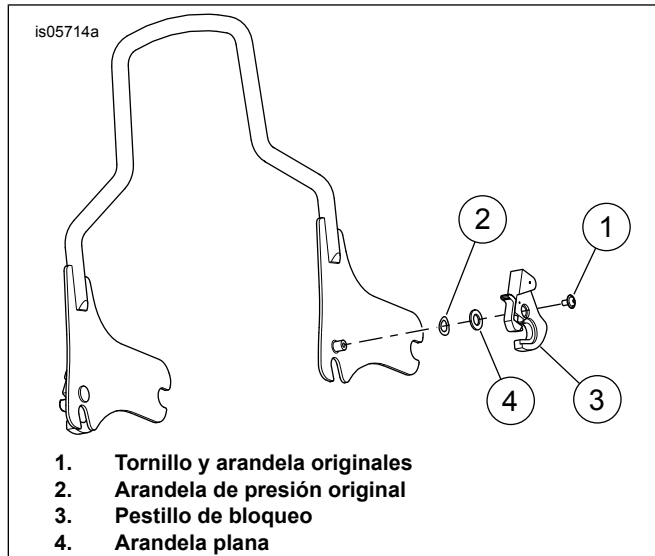
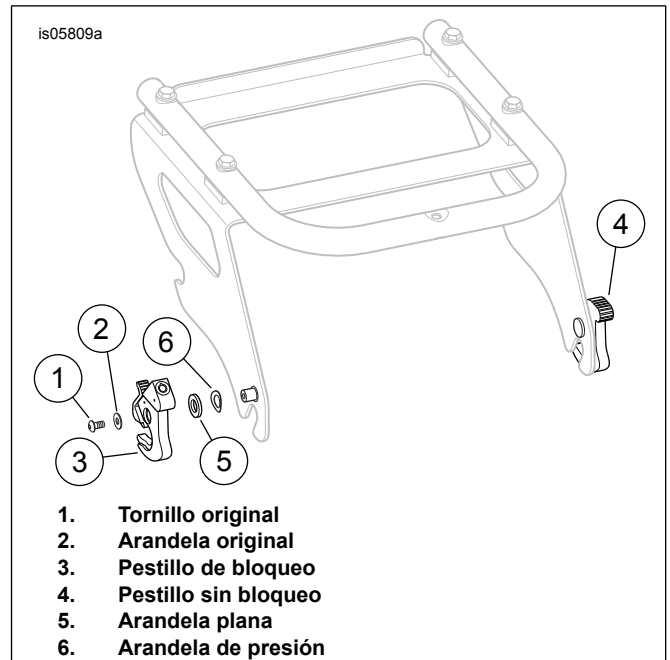

Figura 3. Instalación exterior derecha
Figura 4. Instalación externa izquierda
Kit de rejilla de equipaje de dos piezas	Ver la Figura 4, instalación externa izquierda, O Figura 3, instalación exterior derecha
Rejilla de Tour-Pak de dos piezas	Ver la Figura 3, instalación exterior derecha
Kit de rejilla de equipaje individual	Ver la Figura 3, instalación exterior derecha
2. Ver Figura 3. Instala la arandela de presión original (2) en el cubo de montaje.
1. Ver Figura 4. Retira el pestillo izquierdo sin bloqueo y deséchalo.
2. Instala la arandela plana (5) del kit sobre la arandela de presión en el cubo de montaje izquierdo.
3. Instala el pestillo de bloqueo (3) en el cubo de montaje izquierdo con alivio **lejos** de la placa lateral.
4. Instala el tornillo (1) y la arandela (2) originales.